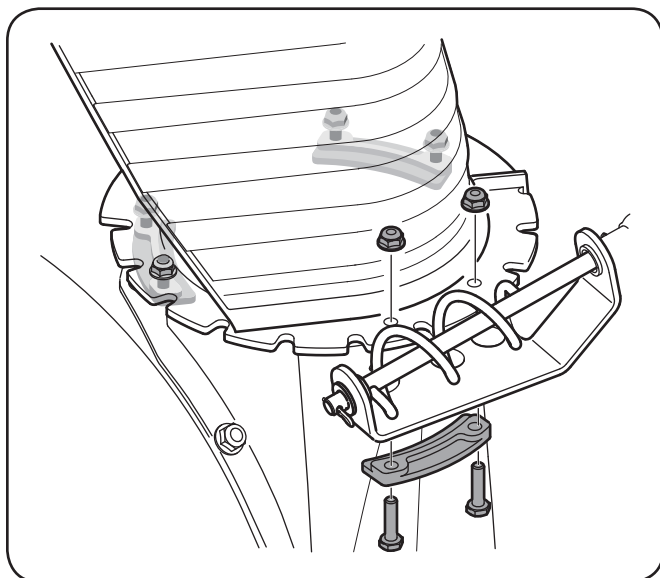

Figura 3-5
1. Retire las tuercas de seguridad y los tornillos que sujetan uno de los fijadores de brida al conjunto del canal. Afloje los sujetadores de los otros dos fijadores de brida. Vea la Figura 3-5.
3. Sujete el fijador de brida que se retiró antes con las tuercas de seguridad y los tornillos. Apriete las tuercas que sujetan los otros dos fijadores de brida. Vea la Figura 3-5.